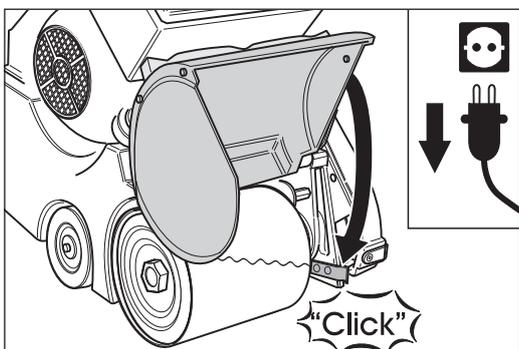

Abb. 33 Den Walzendeckel nach unten klappen. **Darauf achten, dass er fühlbar einrastet!**
- 6 Klappen Sie den Walzendeckel nach unten. **Achten Sie darauf, dass der Deckel fühlbar einrastet (Abb. 33)!**